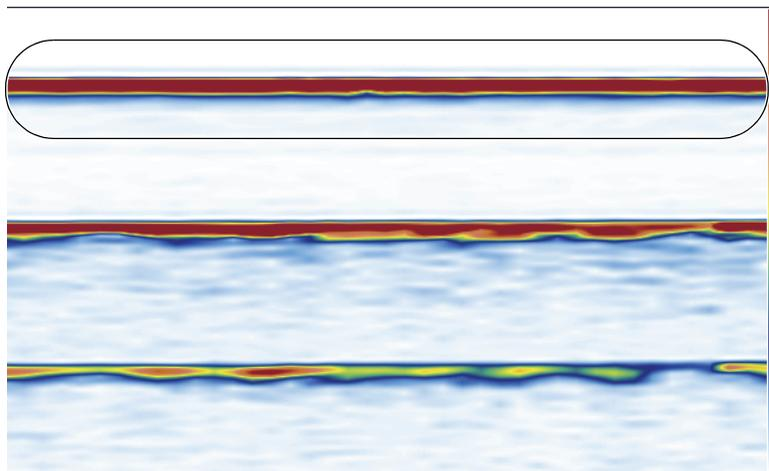

Figura 4-4 Ejemplo de representación S-scan
7. Verifique que la señal S-scan no presente burbujas (ver Figura 4-4 en la página 65).